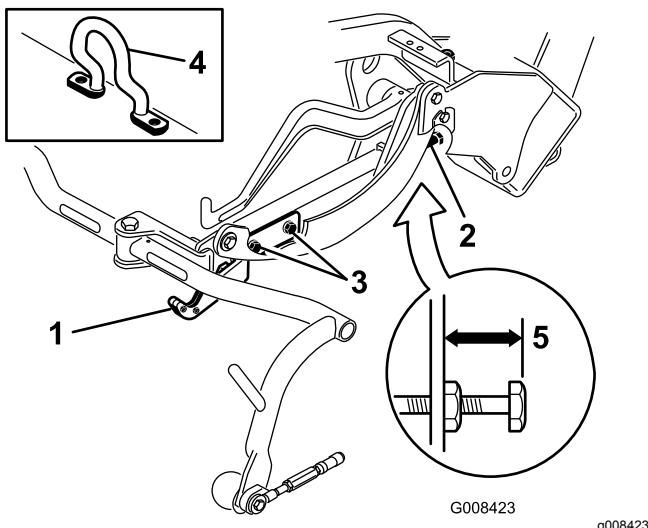
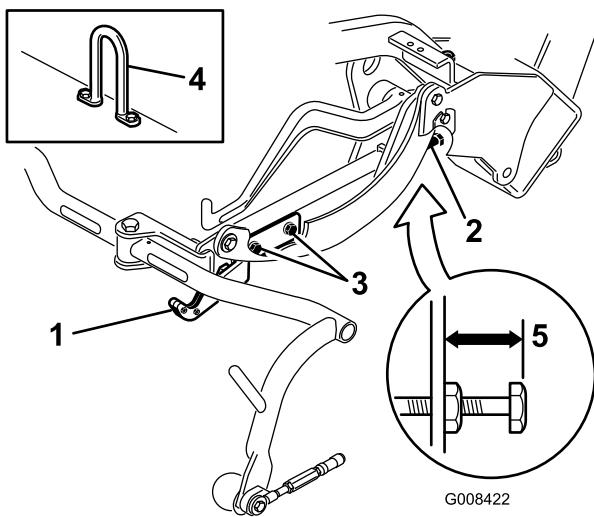
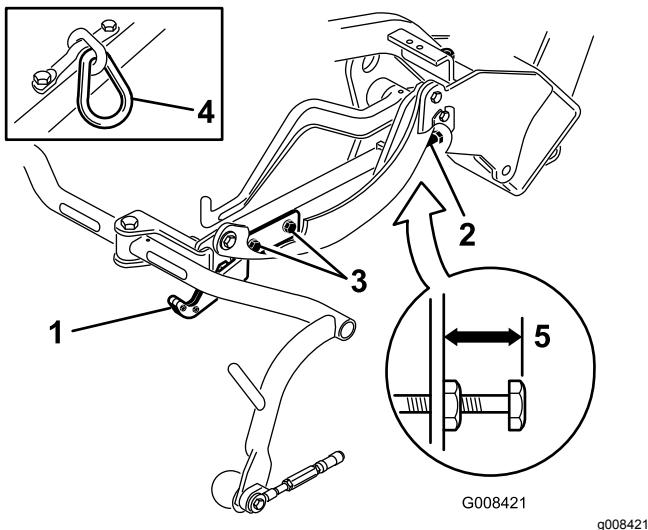

Figura 12
Figura 14
Figura 13
Controllate l'altezza di trasferimento (Figura 13 e Figura 14) e regolatela se necessario.
2. Sugli apparati di taglio dotati di un gancio di sollevamento sfalsato (riquadro Figura 12), verificate che la distanza dalla parte superiore della vite di regolazione del telaio portante alla parte posteriore del telaio portante sia pari a 25 mm. Se la distanza non è pari a 25 mm, procedete al passaggio 4.
3. Sugli apparati di taglio dotati di un gancio di sollevamento sfalsato (riquadri Figura 13 e Figura 14), verificate che la distanza dalla parte superiore della vite di regolazione del telaio portante alla parte posteriore del telaio portante sia pari a 22 mm. Se la distanza non è di 22 mm, passate al punto 4. Se l'elemento di taglio è dotato di gancio di sollevamento sfalsato (Figura 12), passate al prossimo punto.
4. Allentate le viti di montaggio della piastra di trasferimento (Figura 13, Figura 14 e Figura 12).
7. Se i telai portanti non si trovano alla stessa altezza, allentate il controdado della vite di regolazione del telaio portante (Figura 12, Figura 13 e Figura 14). Ruotate la vite, svitandola per sollevare il telaio e avvitandola per abbassarlo. Serrate il controdado una volta raggiunta l'altezza corretta.